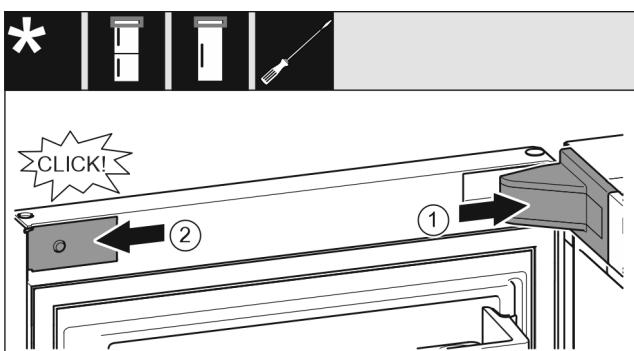

Fig. 40
- ▶ 放上并插入托架盖 Fig. 40 (1)，如有必要小心地按压分开。
- ▶ 将隔板 Fig. 40 (2)放置到侧面并插入。